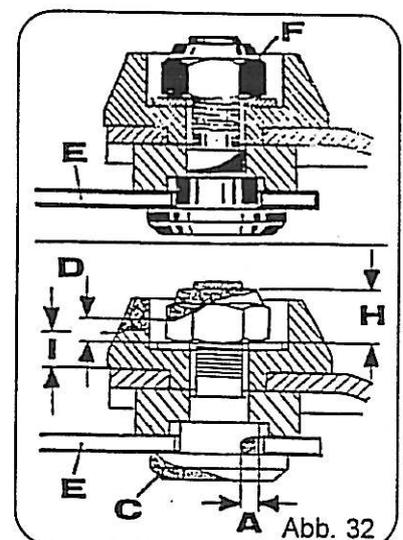

Abb. 32
Nach dem Lösen der Mutter (Abb. 32, Pos. F) kann die Messerschraube nach unten abgezogen und bei Bedarf zusammen mit der Messerklinge (auch Umdrehen der Messerklinge) und dem Transportring ausgewechselt werden. Die Mutter der Messerschraube ist nach dem Wechsel wieder fest anziehen. Auf richtigen Sitz der Messerklingen und Messerschrauben achten.
- Messerschraube = Maß A mehr als 3 mm (Abb. 32)
- Pos. C Abnutzung über Schraubenmitte hinaus (Abb. 32)
- Maß D nicht mehr halbe Mutterhöhe (H) (Abb. 32, Pos. H)
- Transportring = Maß I nicht mehr halbe Ringhöhe (Abb. 32)